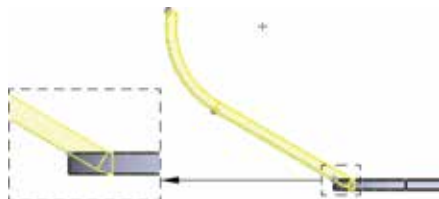

图 5.34 材料在内
-  (材料在内) 单选项：用于表示钣金的外侧面与附着边重合，如图 5.34 所示。